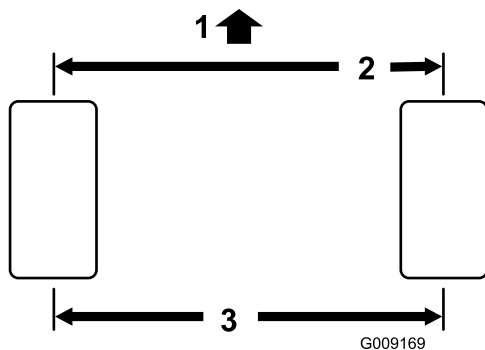

Рисунок 55
2. Измерьте межцентровое расстояние (на высоте оси) на передней и задней стороне рулевых колес (Рисунок 55). Результат измерения на передней